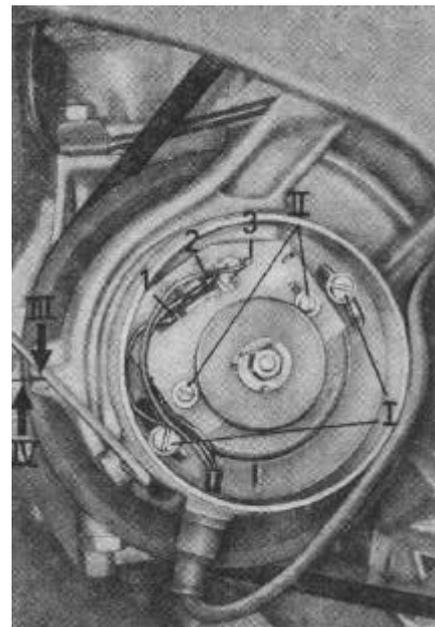

Bild E4. Gebergehäuse mit Gebereinheit
- Zündzeitpunkt Zyl. 1 durch Verdrehen der Geberplatte (Bild E4/I) einstellen.
- Zündzeitpunkt Zyl. 2 auf 180° Versatz kontrollieren, gegebenenfalls Leiterplatte lösen (Bild E4/II) und nach Schwenken der Leiterplatte nachjustieren.
- Die drei Geberleitungen (Bild E4) mit den Farben